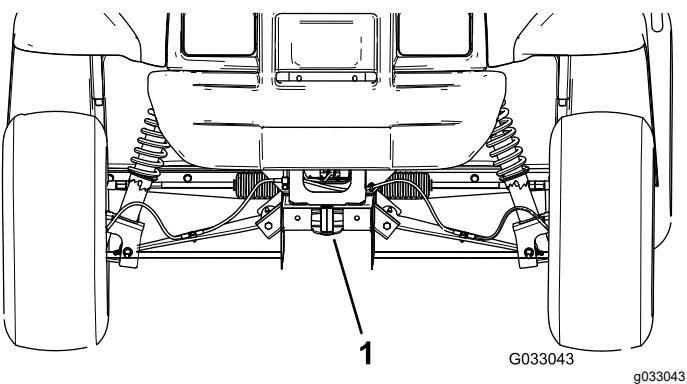

図 23
- ・ 車両前部のジャッキアップポイントは、牽引トングの後ろのフレーム前部です **図 23**。